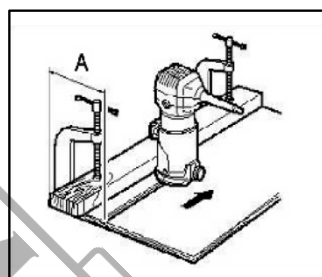

Fig. 15
- Dacă distanța (A) dintre partea piesei de prelucrat și poziția de tăiere este prea mare pentru ghidajul drept sau dacă partea piesei de prelucrat nu este dreaptă, ghidajul drept nu poate fi utilizat. În acest caz, fixați ferm o placă dreaptă pe piesa de prelucrat și folosiți-o ca ghidaj împotriva bazei trimmerului.
- Alimentați scula în direcția săgeții. (Fig. 15)